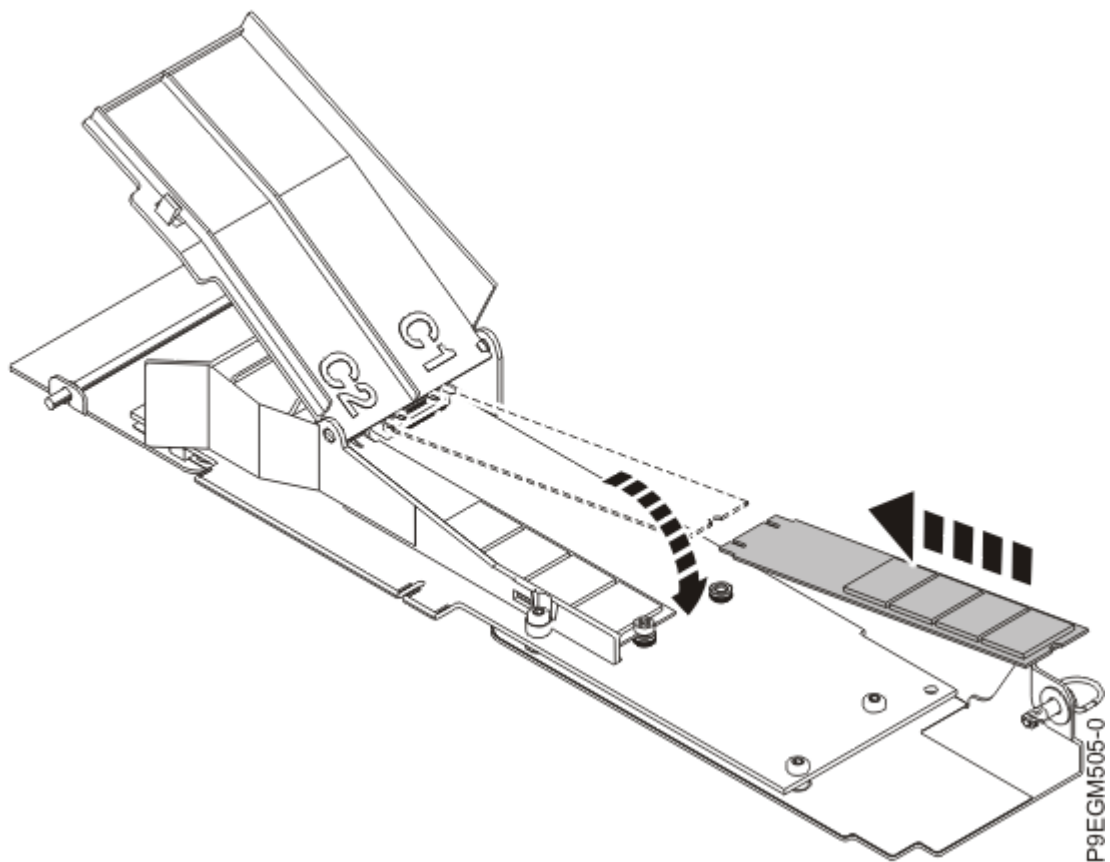

Figura 5. Instalar um módulo flash NVMe M.2
3. Faça deslizar um dos novos módulos flash NVMe M.2 no encaixe da placa portadora NVMe M.2. Consulte Figura 5 na página 8.